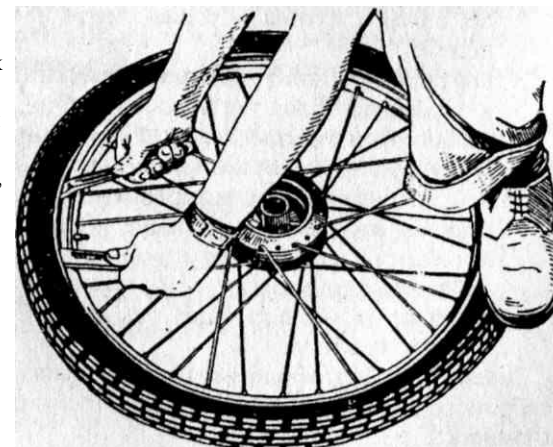

Рис. 6.13. Демонтаж шин
- ✓ по обеим сторонам вентиля на расстоянии примерно 10 см друг от друга вставить шинные лопатки и перетянуть борт через борт обода (рис. 6.13).